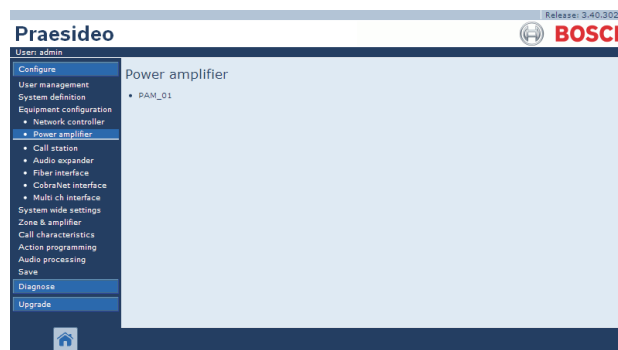

figure 44.10 : Configuration d'un amplificateur de puissance, étape 1
- 1 Allez à *Configure > Equipment configuration > Power amplifier*. Un écran semblable à celui de la figure 44.10 s'affiche dans le cadre principal de l'interface Web.